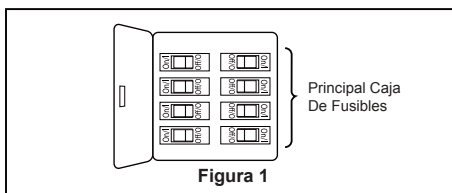

Figura 1
1. Extraiga la pieza de la bola colgante de la unidad de la bola colgante / varilla aflojando el tornillo de presión de la bola colgante hasta que la bola se libere de la varilla. Retire el pasador del barral y luego extraiga la semiesfera. Conserve el pasador y la semiesfera para su reinstalación en el Paso 6. (Figura 1)
Para evitar una posible descarga eléctrica, asegúrese de cortar la alimentación eléctrica de la caja de fusibles principal antes de colgar el ventilador. (Figura 1)
Para evitar una posible descarga eléctrica, asegúrese de cortar la alimentación eléctrica de la caja de fusibles principal antes de cableado el ventilador. (Figura 1)